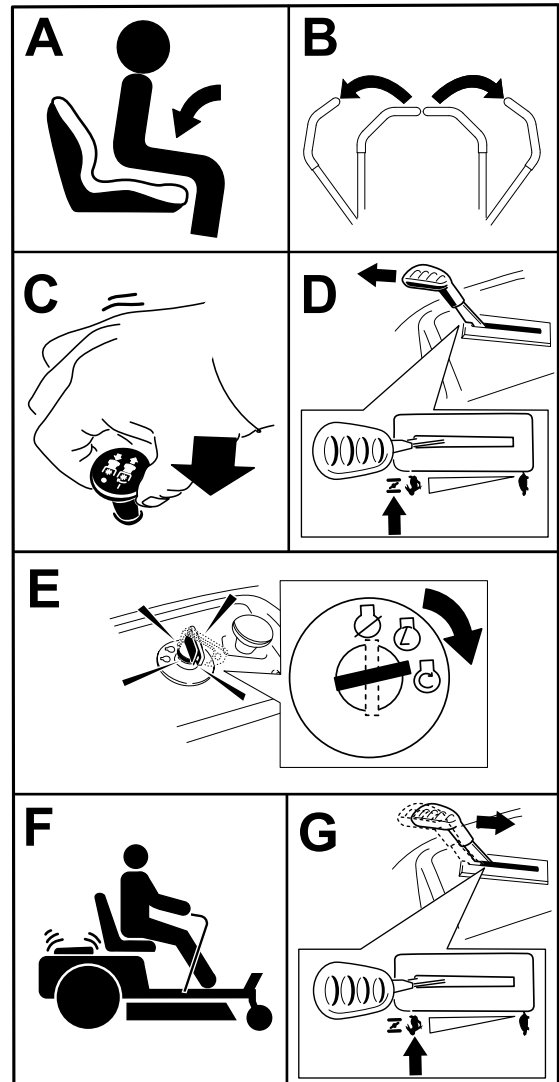

Figura 24
Notă: Poate fi necesar să inei maneta în poziia de oc în timp ce încerci să pornii motorul (Figura 24).
1. Decuplai lamele mutând comutatorul de control al lamei în poziia OPRIT (Figura 24).